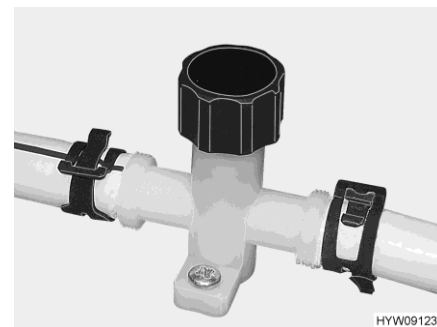

Fig. 103 Rubinetto di scarico (tubatura dell'acqua)
- Chiudere i rubinetti di scarico (Fig. 103). A tal fine, ruotare il coperchio in senso orario. L'ubicazione delle valvole di sicurezza/di scarico e dei rubinetti di scarico è riportata al paragrafo 10.6, alla fine di questo capitolo.